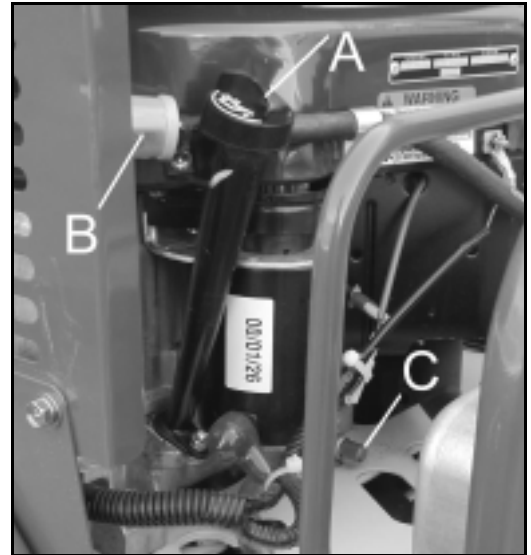

Figure 27
- Pour vidanger, moteur chaud, dévissez le bouchon de vidange (figure 27, repère C) et la jauge d'huile (figure 27, repère A). Quand toute l'huile c'est écoulé, revissez-le bouchon. Remplissez avec une huile pour moteur 4 temps semi synthétique SAE 10W30 API SF, SG, SH ou SJ. Faites fonctionner le moteur et regardez le niveau. Complétez, s'il manque de l'huile.
- Vérifiez la présence d'eau et d'impureté dans le filtre (figure 27, repère B). Echangez le s'il est trop encrassé. Nettoyez au besoin le filtre contenu dans le robinet de carburant (Figure ).